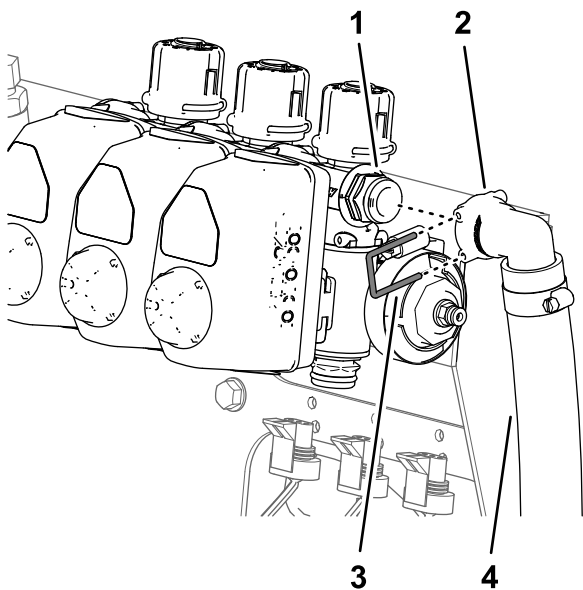

図 61
- オプションのスペーススティックキットや電動ホースリールを搭載していない車両バイパスホースのクイックディスコネクトフィッティングを右ブーム用バイパスバルブのクイックディスコネクトフィッティングに固定している小さいリテーナを外す 図 61。